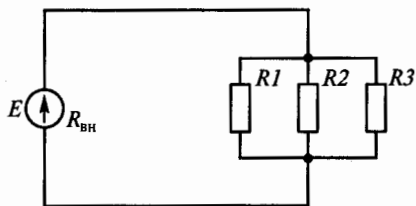

Рис. 12
**1.26.** Какое соединение резисторов  $R1...R3$  представлено на рис. 12?